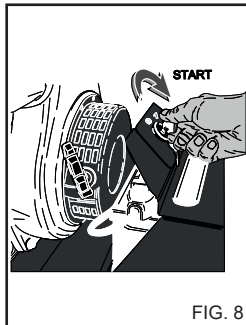

FIG. 8
2) Coloque la llave de arranque en la pos. I y luego en la pos. Start. Suelte la llave apenas arranque el motor. La llave volverá a la pos. I. (fig. 8).
a) Situar el conmutador del motor en la posición 0. (fig. 8).